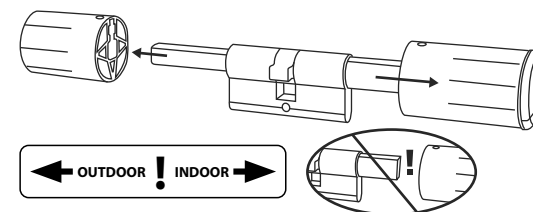

Fig. 3
- 3 Arraste o manípulo do lado de fora e o manípulo do lado de dentro o mais para trás possível (Fig. 3).